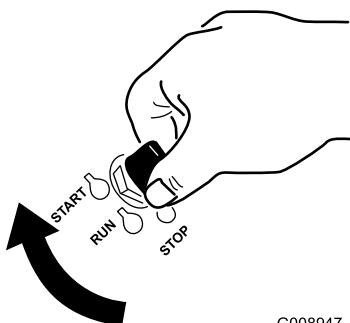

Figure 16
1. Tournez la clé de contact à la position de DÉMARRAGE (Figure 16).
5. Tournez la clé de contact à la position de DÉMARRAGE (Figure 16). Relâchez la clé quand le moteur démarre.